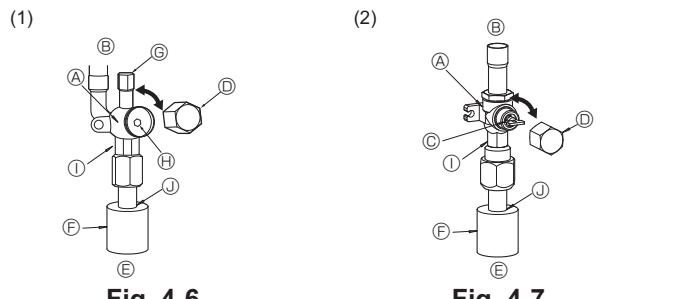

Fig. 4-6
- Stopventilens væskeside (Fig. 4-6)